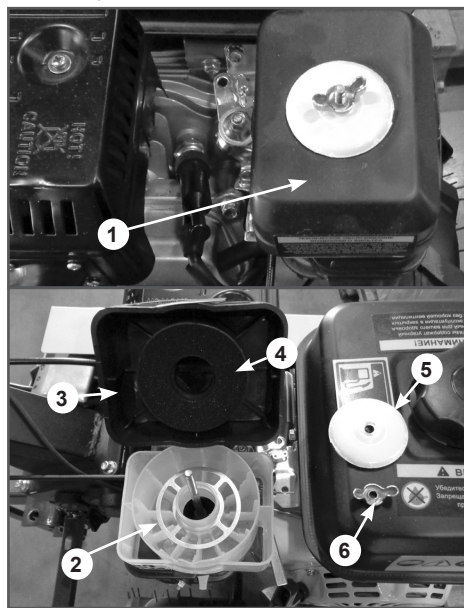

Рис. 22 Устройство воздушного фильтра
- мите шайбу 5 и крышку воздушного фильтра 3 (Рис. 22).
- Снимите опору воздушного фильтра 2 и слейте из нее отработанное масло (Рис. 22). Произведите очистку опоры воздушного фильтра.
- Извлеките из крышки воздушного фильтра поролоновый фильтрующий элемент 4 и проверьте его целостность и чистоту (Рис. 22). При обнаружении повреждений поролоновый фильтрующий элемент необходимо заменить.